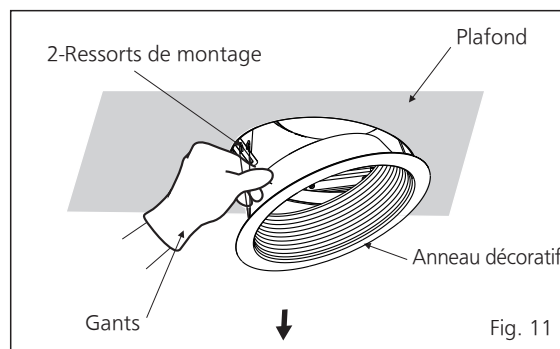

Fig. 11
1. Retirez l'anneau décoratif en tirant les ressorts de montage vers le bas. (Pincez le ressort de fixation et abaissez-le doucement.) (Voir Fig. 11)